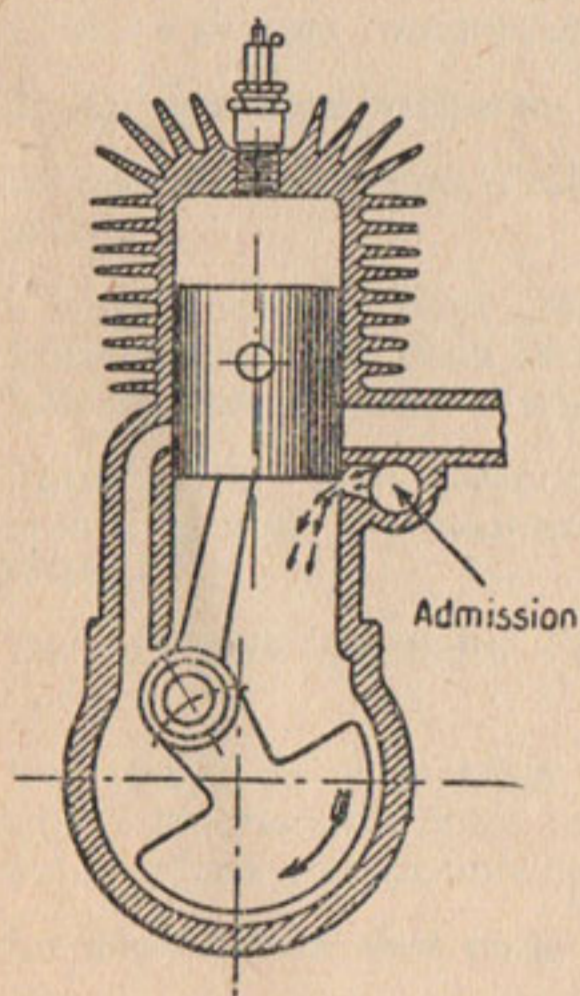

Fig. 1.
**Premier temps.** — Le piston, en remontant, produit un vide dans le carter et lorsqu'il démasque l'entrée du collecteur d'admission, les gaz frais sont aspirés dans le carter et le remplissent (fig. 1).